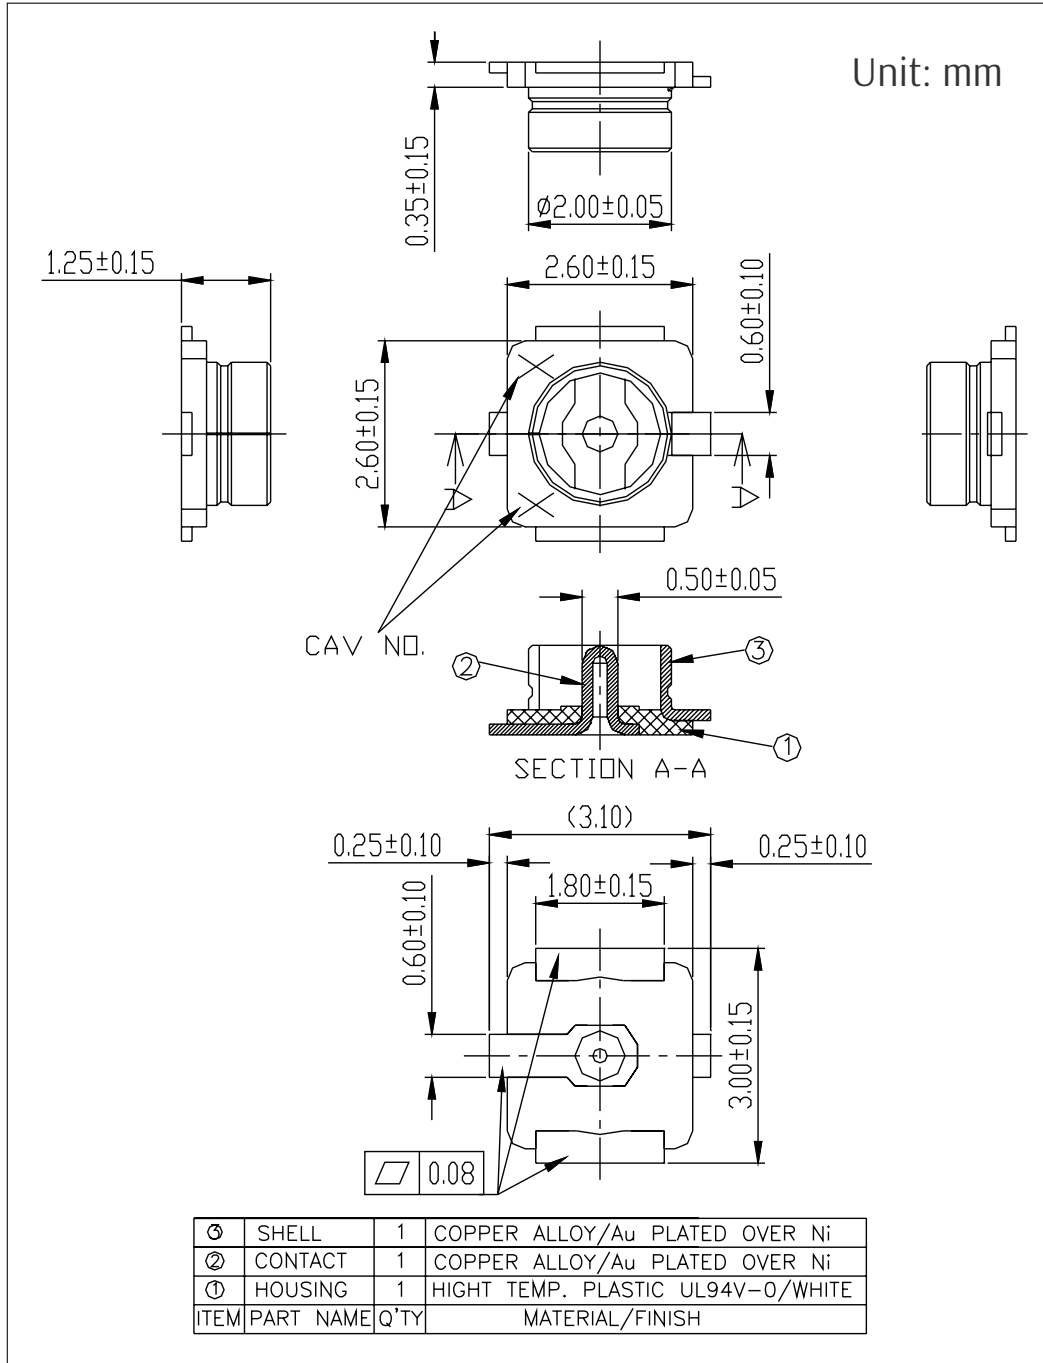

图 10-3. 外部天线连接器尺寸图
ESP32-S3-WROOM-1U 采用图 10-3 外部天线连接器尺寸图 所示的第一代外部天线连接器，该连接器兼容：
- 接口规格与模组天线连接器接口匹配，参考图 10-3 外部天线连接器尺寸图